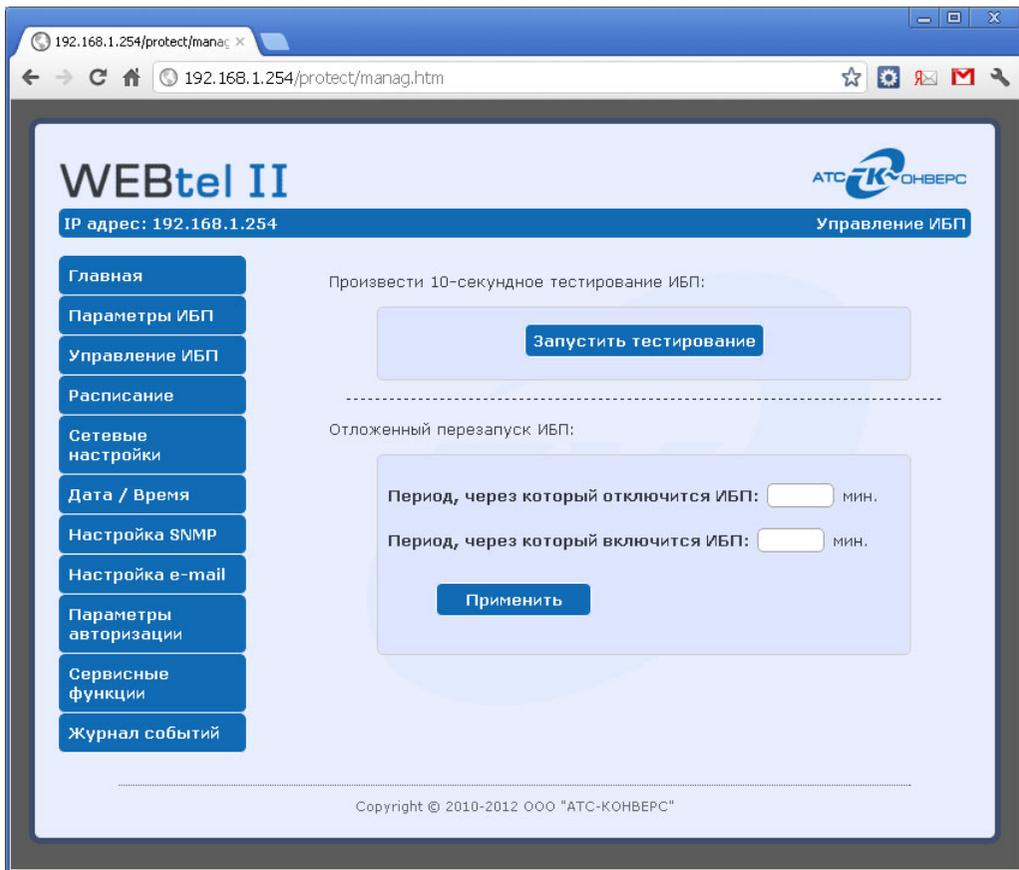

Рисунок 6- Страница управления ИБП
5.4.1. Вход на страницу управления ИБП (рисунок 6) защищен паролем, аналогично п. 5.3.